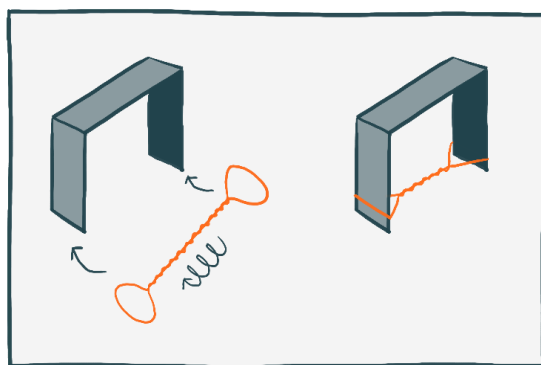

Fig. 1
3. Fixe as extremidades do elástico torcido nas extremidades dos braços do objeto em forma de “U”. O elástico deve ficar tenso (ver Fig. 1)